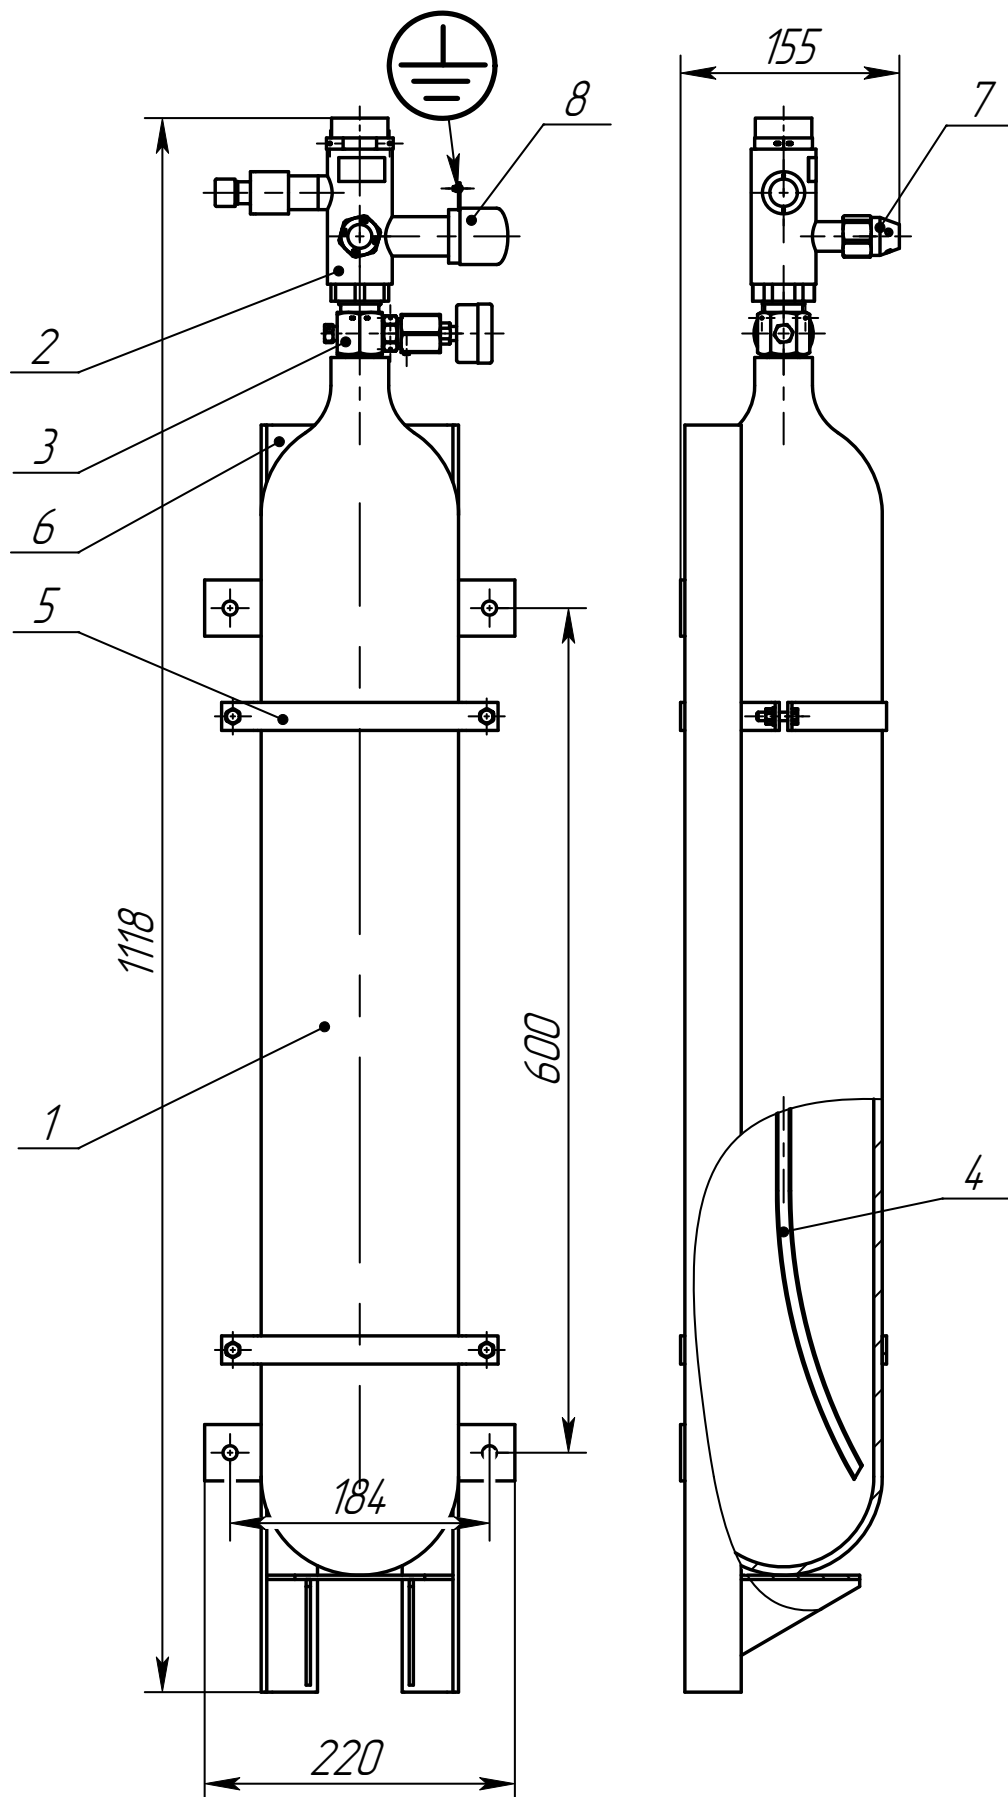

Рис. 1
5.1.2. Модули типа МГП-Х 150-8, МГП-Х_г 150-8 «Пламя» имеют аналогичную конструкцию (рис. 1). Они состоят из баллона 1, запорно-пускового устройства 2 (ЗПУ), сифона 3 с сифонной трубкой 4. На выходе ЗПУ установлен газовый насадок 7.